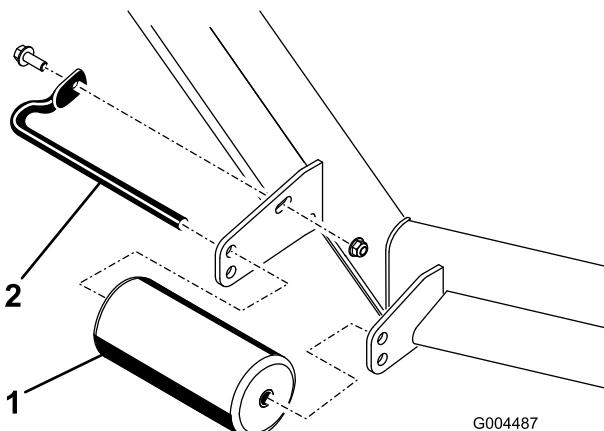
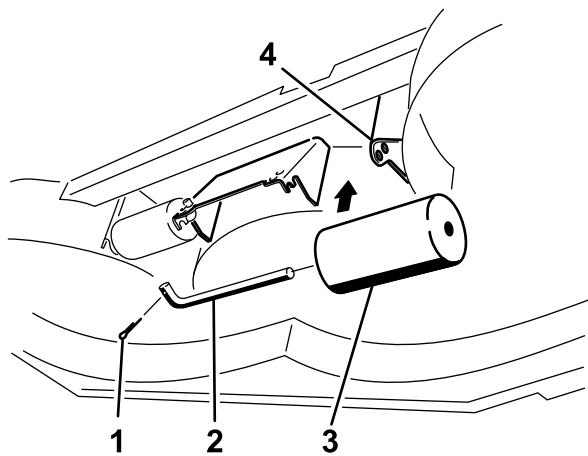

図 28
図 32
4. デッキからローラをはずして希望する高さに付け直す; 図 28~図 32のうち、該当するものを参照。